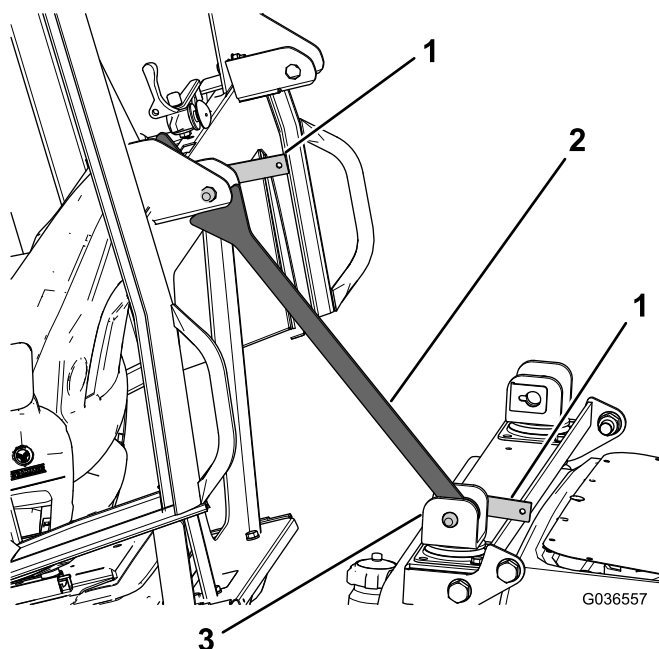

図 14
- C. 安全サポートブラケットが固定されたら、クロスビームブラケットをキャブ側へ回転させて、キャブの後部にあるブラケットにセットする 図 14。
- D. 安全ブラケットが外れないように、残っているロックレバーを上側のブラケットに入れる 図 14。